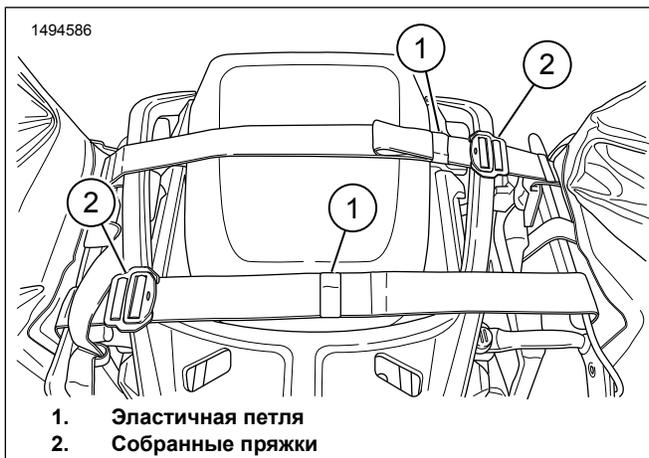

Рисунок 3. Ремни через заднее сиденье
4. Рисунок 3 Установите кофры на транспортном средстве с помощью ремней, соединенных над задним сиденьем.
6. Рисунок 3 Уберите излишки ремня в эластичные петли (1).